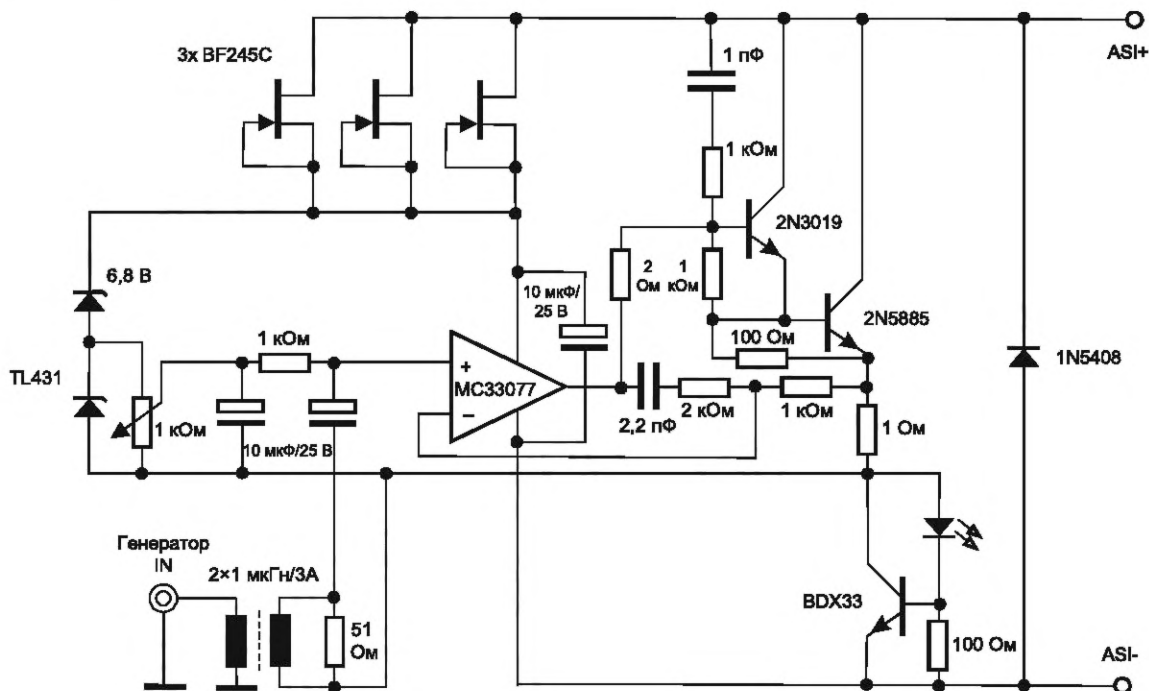

Рисунок 61 — Регулируемое токовое зеркало (испытательная схема: NT\_MODSENKE)
- регулируемое токовое зеркало (измерительная схема: NT\_MODSENKE, см. рисунок 61);
- регулируемое токовое зеркало (тестовая схема: NT\_MODSENKE, рисунок 61);